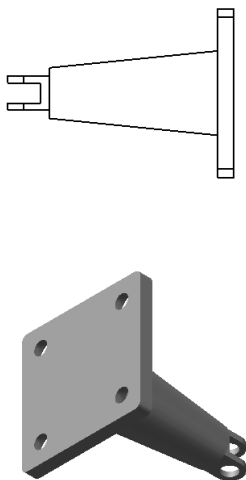

图 12-53 “模型项目”属性管理器
4) 显示模型尺寸 选择菜单栏中的“插入”→“模型项目”命令, 或者选择“注解”操控面板中的  (模型项目) 按钮, 会出现“模型项目”属性管理器, 在属性管理器中设置各参数, 如图 12-53 所示, 单击属性管理器中的  (确定) 按钮, 这时会在视图中自动显示尺寸, 如图 12-54 所示。